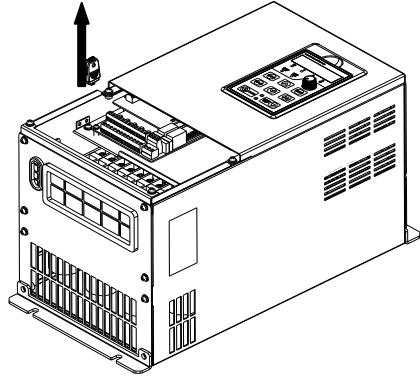

图 B-4 拆卸上传下载模块
步骤 5: 变频器主回路断电或者 USB 断电, 从变频器控制板上拔出上传下载模块 (USB 供电时, 支持热插拔, 如图 B-4 所示方向拔出)。
- 步骤 4:从变频器控制板上拔出上传下载模块（见图 B-4 所示）。